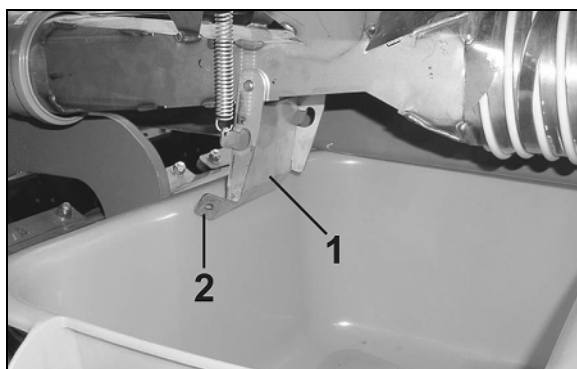

Fig. 71
4. Åbn injektorklappen (Fig. 71/1) på alle doseringsenheder.
Fare for at komme i klemme, når injektorklappen (Fig. 71/1) åbnes og lukkes!
Berør kun injektorklappen på kraven (Fig. 71/2), da der ellers er fare for personskader, hvis den fjederbelastede injektorklap klapper i (Fig. 71/1).
Stik aldrig med hænderne ind mellem injektorklappen (Fig. 71/1) og injektoren!